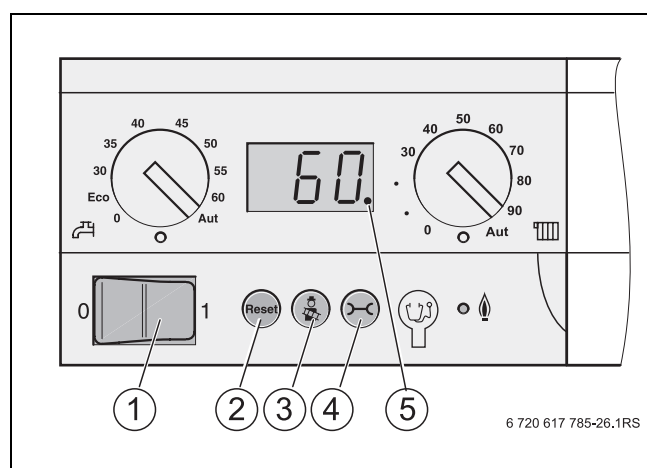

Fig. 40 Pannello di servizio del dispositivo di controllo base
- Tener premuto il tasto [3] (→ fig. 40, [3]), fino alla scomparsa del punto sul display.
- Posizionare l'interruttore di esercizio (→ fig. 40, [1]) sul pannello di servizio su "0" (spento).